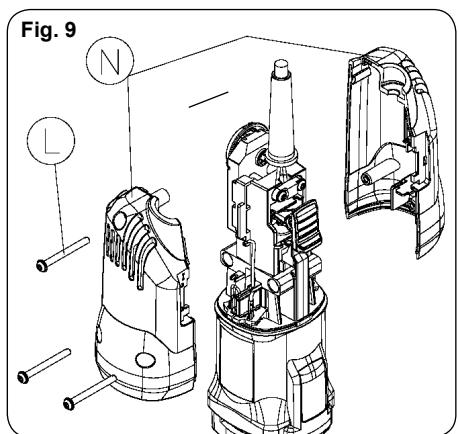

Fig. 9
10. MANTENIMIENTO ESCOBILLAS Y COLECTOR (Fig. 9 Y 10)
Quitar los tornillos L (Fig. 9) que sujetan las tapas laterales N y separar ambas.